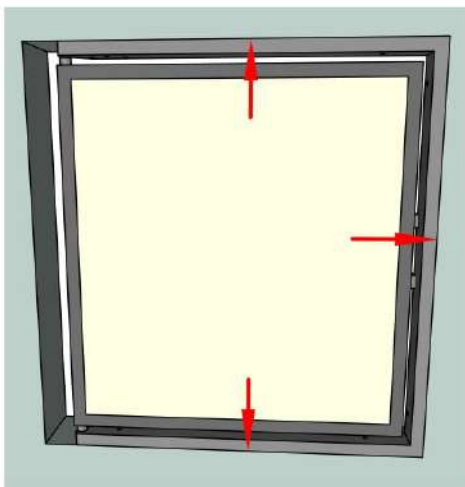

Рис. 7
- 1) Прижмите люк вплотную к проёму сверху, внизу и со стороны замка (Рис.7). (Если люк будет располагаться вплотную к проёму со стороны петель, то люк не откроется из-за соприкосновения плиток друг об друга сразу же при попытке открывания, даже если мы подточим край соседней плитки под 45 градусов).